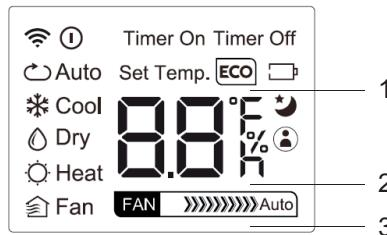

fig. 6 -
- Funzionamento "ECO"** (part.1 "fig. 6 -") (il display dell'unità interna mostra la scritta "E-C-O" con le lettere che appaiono una in seguito all'altra, seguite dall'indicazione della temperatura impostata). La funzione "risparmio energetico" è attivabile esclusivamente nel funzionamento COOL, premendo il tasto "ECO". Se il set point di temperatura è inferiore a 24°C, attivando la modalità "ECO" il set point di temperatura viene automaticamente modificato a 24°C e la velocità del ventilatore portata su "Auto" per risparmiare energia. Se il set point di temperatura è superiore a 24°C, attivando la modalità "ECO" il set point di temperatura non viene modificato e la velocità del ventilatore viene portata su "Auto". Per uscire dalla modalità di funzionamento "ECO", premere il tasto "ECO", oppure selezionare un'altra modalità di funzionamento, oppure abbassare il set point di temperatura ad un valore inferiore a 24°C.
- Funzionamento SLEEP** (part.2 "fig. 6 -"). La pressione del tasto "SLEEP" predispone la macchina nella modalità di funzionamento notturno evidenziato dal relativo simbolo sul display. La temperatura di set point aumenta (funzionamento in freddo "COOL"), o diminuisce (funzionamento in caldo "HEAT"), di 1°C ad intervalli prestabiliti per un massimo di 2 °C. La funzione SLEEP termina automaticamente dopo 8 ore e l'unità continua a funzionare mantenendo l'ultimo set point. La funzione non è disponibile nelle modalità di funzionamento "FAN" (ventilazione) e "DRY" (deumidificazione).
- Funzionamento "FOLLOW ME"** (part.3 "fig. 6 -"). Attivabile nel funzionamento HEAT - AUTO - COOL. Il telecomando invia automaticamente ogni 3 minuti il segnale della temperatura locale letta dal medesimo al condizionatore. Tale temperatura viene presa a riferimento per il controllo della macchina. È necessario che telecomando e unità possano trasmettere e ricevere il segnale tra loro. Se il condizionatore non riceve il segnale dal telecomando per 7 minuti, smetterà di considerare tale valore e tornerà ad utilizzare il valore letto dalla sonda a bordo macchina.